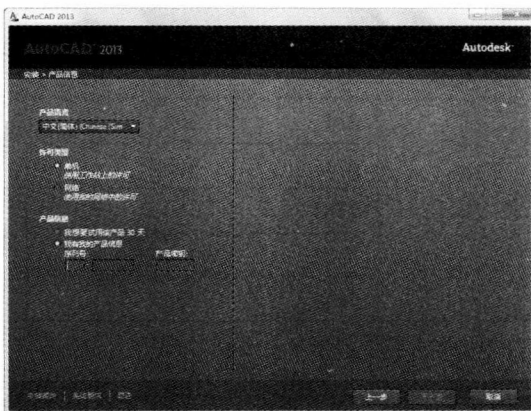

图1-4 输入产品信息
❹ **04** 执行上一步骤后，弹出如图1-4所示的界面，在此界面中输入序列号，若没有购买AutoCAD 2013，输入000-00000000作为序列号，然后单击“下一步”按钮。